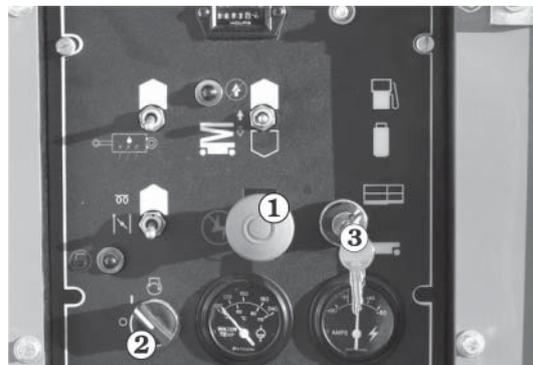

Abb. 10.6
1. Den **Notaus**-Schalter 1 nach unten (Aus-Stellung) drücken und den **Haupttrennschalter** 2 ausschalten und den Schlssel 3 herausziehen (siehe Abb. 10.6).